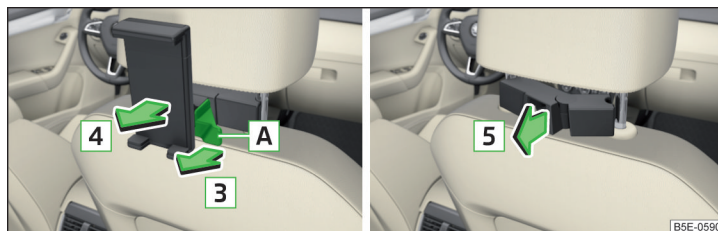

Fig. 97 Detașarea: suport / adaptor
- Pentru **detașare**, trageți de clema de siguranță A în sensul săgeții 3 și scoateți suportul în sensul săgeții 4 din adaptor » fig. 97.